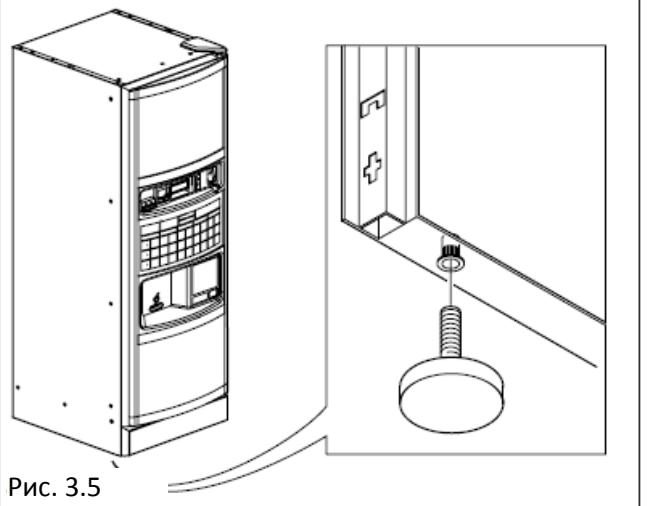

Рис. 3.5
- Уберите поддон и вставьте 4 ножки в резьбовые отверстия (Рис. 3.5), освобожденные от винтов (A)